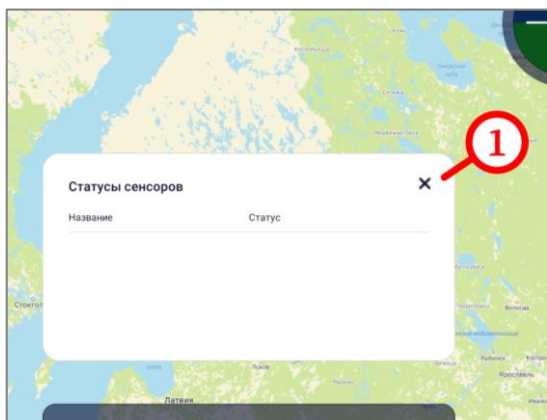

Рисунок 54
- закрыть форму «Статусы сенсоров» нажатием кнопки **×** (рисунок 54, шаг 1);